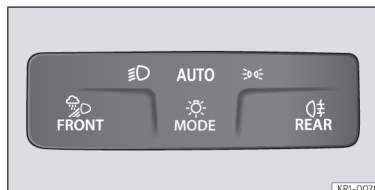

Abb. 93 Instrumententafel: Lichtschalter.
- Schalten Sie die Zündung ein und wählen Sie den Modus **AUTO** am Lichtschalter aus >>> (Abb. 93).